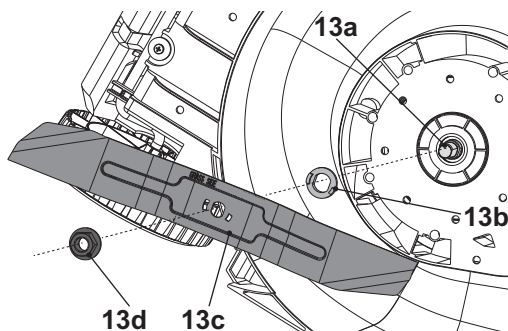

Fig. 18
1. Manter a parte inferior e a lâmina de corte (13c) limpas e livres de detritos. Retirar os recortes da calha de descarga traseira (19).
4. Soltar a porca hexagonal (13d) no sentido contrário ao dos ponteiros do relógio usando uma chave adequada (tamanho 17 mm) e removê-la juntamente com a lâmina de corte (13c) (Fig. 18).